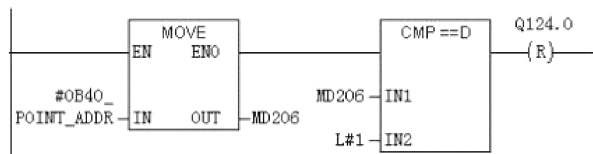

图 5-32 在 OB40 里编写的程序
4) 在管理画面的块目录里插入 OB40, 并打开 OB40, 在 OB40 中编写如图 5-32 所示的程序并保存。